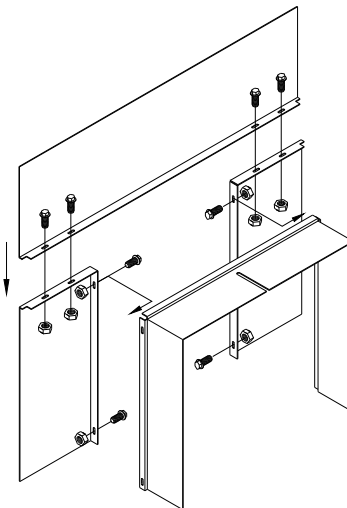

Figure 2.5a
3. Alignez les trous situés sur les panneaux supérieur et latéraux et utilisez les six (6) vis, rondelles et écrous fournis. (Figure 2.5a)